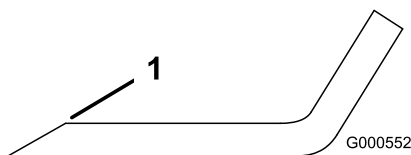

Figura 82
1. Folosii o pilă pentru a ascui marginea de tăiere la ambele capete ale lamei (Figura 82).
Notă: Dacă lama nu este echilibrată, pilii numai din capătul suprafeței velice (Figura 82).